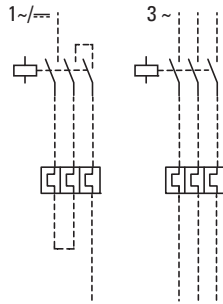

Abbildung 12: Hauptstromverdrahtung
► Verdrahten Sie die Motorleitungen wie in Abb. 12.